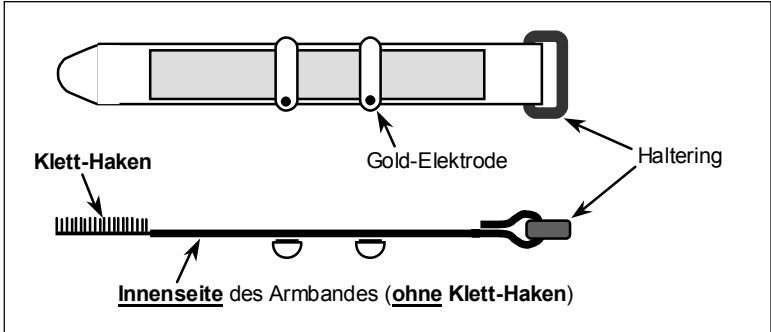
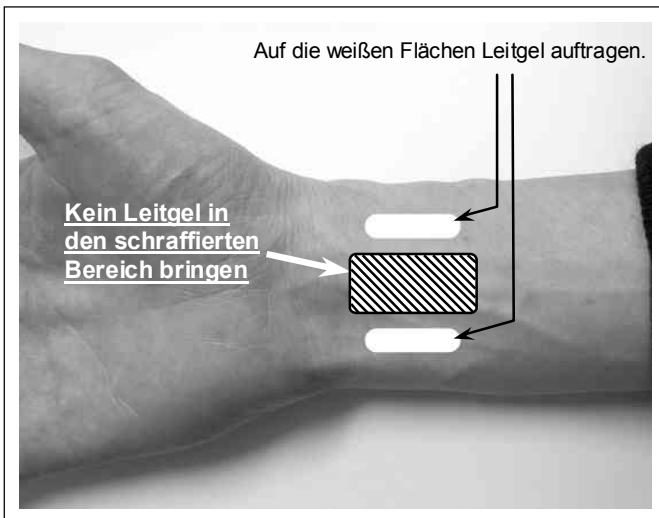

Abb. 1: Gold-Elektroden auf die Innenseite des Armbandes kletten.
Abb. 2: Die weißen Flächen geben die Lage der Pulsadern an.
- 1. Schritt:** Beide Gold-Elektroden etwa mittig auf die Innenseite des Armbandes kletten (**Abb. 1**), und zwar im Abstand der Pulsadern (siehe **Abb. 2**).
- 2. Schritt:** Eine ca. erbsengroße Menge Leitgel auf jede der beiden weiß markierten Flächen auftragen und etwas verreiben (**Abb. 2**). Halten Sie den schraffierten Bereich zwischen den Elektroden frei von Leitgel.